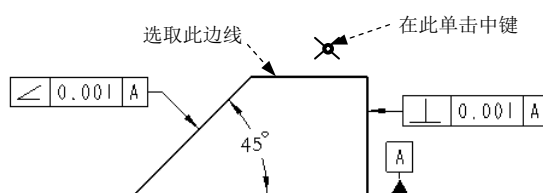

图 5.6.30 定义公差参照 (三)
Step3. 定义公差参照。在 **参考** 区域的 **类型** 下拉列表选取 **曲面** 选项，选取图 5.6.30 所示的面（边线）为公差参照。
(1) 在对话框中 **放置** 区域的 **类型** 下拉列表选取 **法向引线** 选项，在弹出的 **LEADER TYPE (引线类型)** 菜单中选择 **Arrow Head (箭头)** 命令。
(2) 在系统 **选择多边, 尺寸界线, 坐标系, 轴心, 多个轴线, 曲线, 顶点 或截面图元。** 的提示下，选取图 5.6.30 所示的边线。
(3) 在图 5.6.30 所示的位置单击中键，放置“平行度”公差。